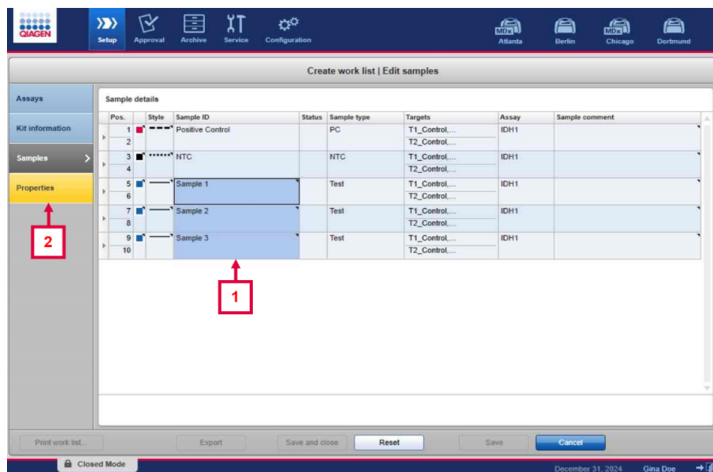

Figure 11. Fenêtre « Create work list » de l'onglet « Samples ». L'encadré 1 indique la colonne ID d'échantillon. L'encadré 2 indique l'onglet Properties.
10. Saisissez les noms des échantillons dans la colonne « Sample ID » (ID d'échantillon) (Figure 11, indiquée par l'encadré 1). Saisissez les éventuels commentaires dans la colonne « Comments » (Commentaires). Cliquez ensuite sur l'onglet **Propriétés** (Propriétés) (Figure 11, indiquée par l'encadré 2).